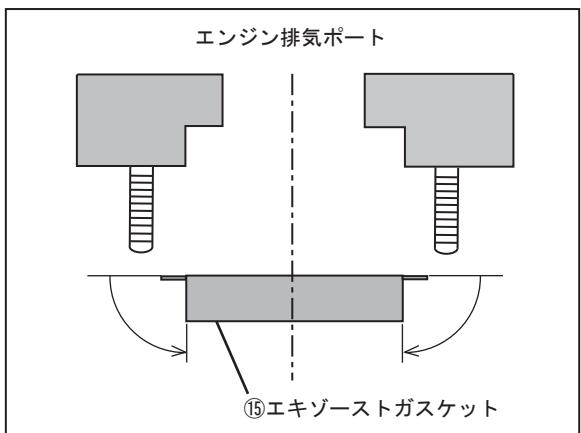

FIG. 2
3. 純正エキゾーストガスケットを取り外し、⑯エキゾーストガスケットのツバを FIG. 2 の通りに矢印の方向に折り、車両に取り付けます。 (FIG. 2 参照)